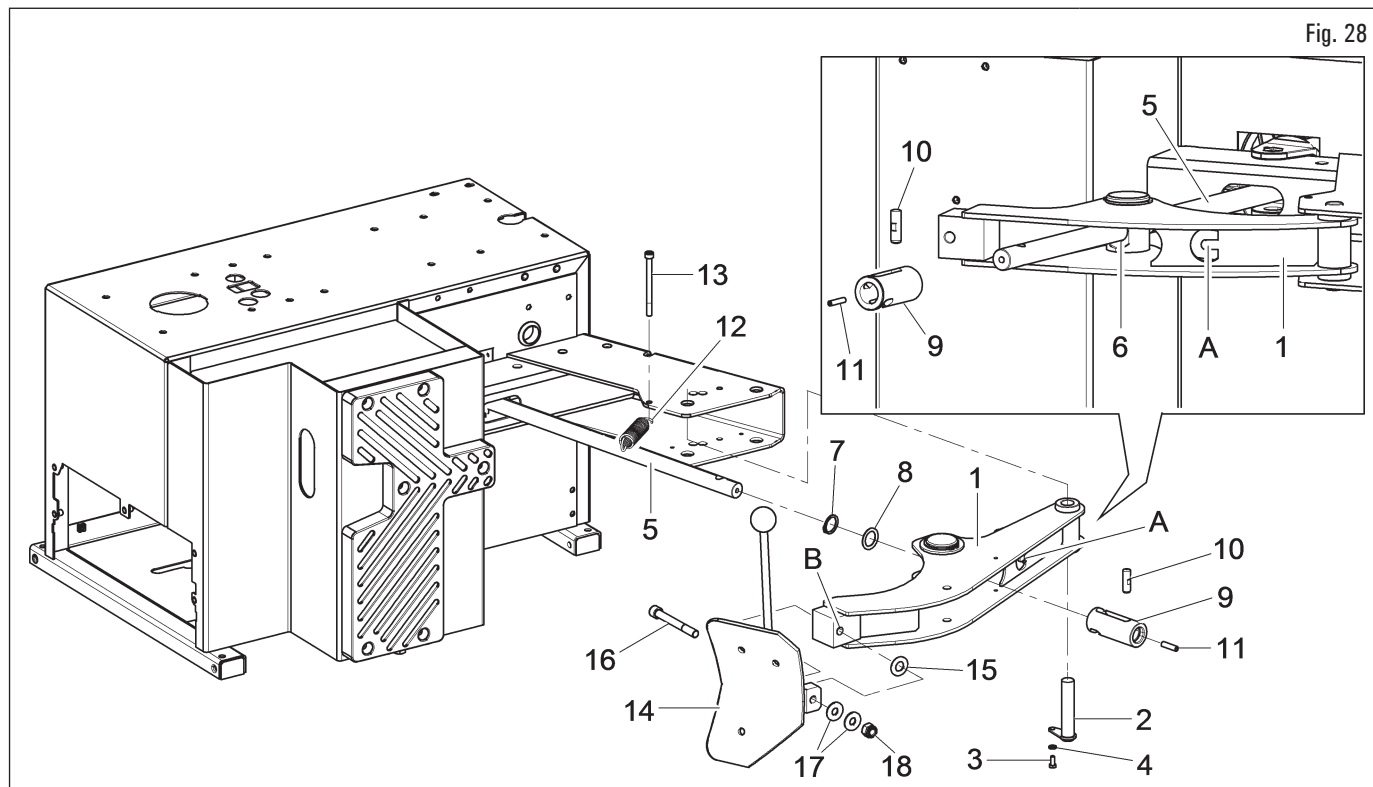

Fig. 28
1. Introducir la extremidad del brazo destalonador (Fig. 28 ref. 1) en la parte saliente del bastidor; introducir el perno (Fig. 28 ref. 2). Bloquear el perno por medio del tornillo (Fig. 28 ref. 3) y de la arandela (Fig. 28 ref. 4);
2. introducir el vástago (Fig. 28 ref. 5) en el orificio correspondiente de la junta (Fig. 28 ref. 6) del brazo destalonador (Fig. 28 ref. 1) interponiendo el seeger (Fig. 28 ref. 7) y la arandela (Fig. 28 ref. 8). Insertar la excéntrica con reposicionamiento (Fig. 28 ref. 9) en la parte de vástago que sale del brazo; centrar el pasador (Fig. 28 ref. 10) en el agujero en el vástago y fijarlo apretando el tornillo sin cabeza (Fig. 28 ref. 11);
3. montar el resorte (Fig. 28 ref. 12), enganchándolo al tornillo (Fig. 28 ref. 13) y a la extremidad (Fig. 28 ref. A) (en el brazo);
4. colocar la paleta (Fig. 28 ref. 14) en la posición donde se encuentra la extremidad del brazo destalonador; introducir en el punto (Fig. 28 ref. B) el resorte de disco (Fig. 28 ref. 15). Fijar la paleta (Fig. 28 ref. 14) al brazo destalonador mediante el tornillo (Fig. 28 ref. 16), las arandelas (Fig. 28 ref. 17) y la tuerca (Fig. 28 ref. 18).